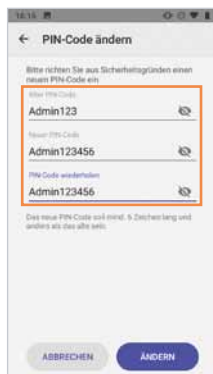

Abb. 3
- ▶ Bei der ersten Änderung des PIN-Codes ist der „Alte PIN-Code“ das aktuelle Admin-Passwort (Abb. 3).
- ▶ Vergeben Sie ein neues Nutzer-Passwort und wählen Sie anschließend **ÄNDERN** (Abb. 3).